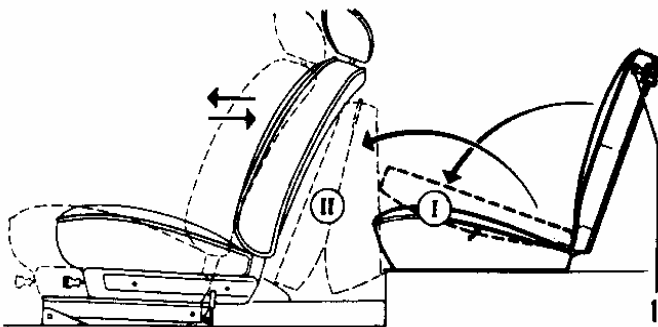

Fig. 15. Asiento trasero: I - fiador
- libere los fiadores 1 (Fig. 15) que mantienen el respaldo en la variante de viajero, y colóquelo en la posición I;